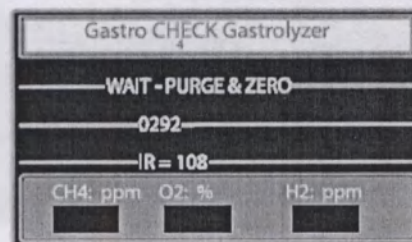

fig.9
5. Начнется процесс очистки и обнуления. Это займет приблизительно 60 секунд. По завершении процедуры обнуления прибор издаст звуковой сигнал, который укажет на то, что можно приступить к анализу выдыхаемого воздуха (Рис. 9).